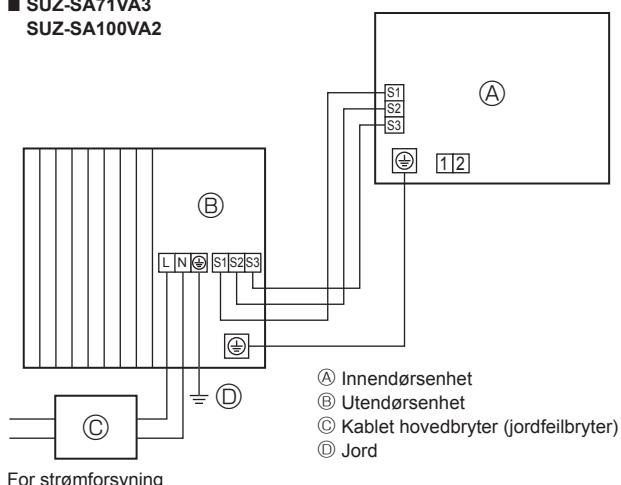
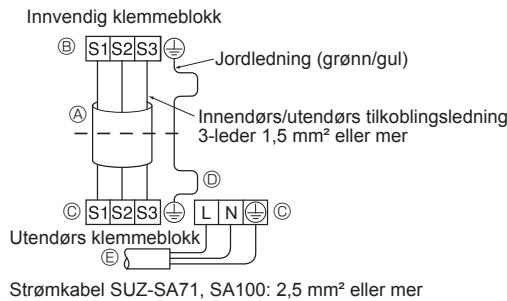
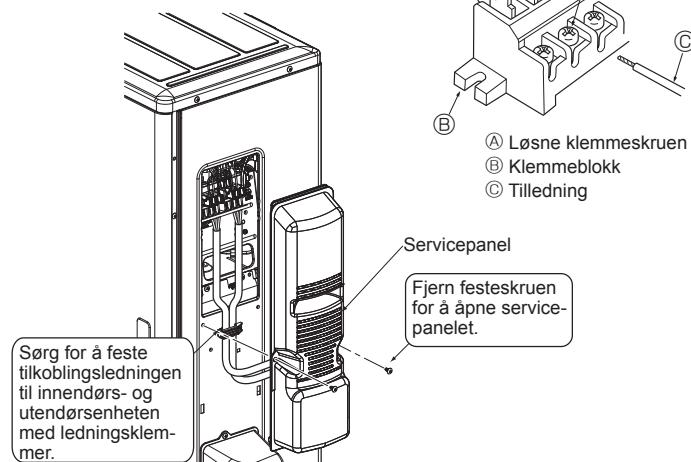

Fig. 5-1
Fig. 5-2
Fig. 5-3
5.1. Utendørsenhet (Fig. 5-1, Fig. 5-2, Fig. 5-3, Fig. 5-4)
- ① Fjern servicepanelet.
- ② Koble til kablene med henvisning til Fig. 5-1, Fig. 5-2, Fig. 5-3 og Fig. 5-4.
- Utfør kabling slik vist i figuren nede til venstre. (Anskaff kabelen lokalt) (Fig. 5-2)
- Utvise forsiktighet for å unngå feilkabling. (Fig. 5-3)